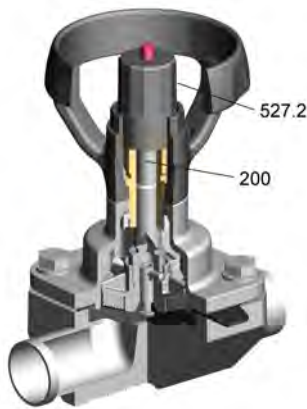

Abb. 15: SISTO-C
1. Armatur in gewünschte Position bringen, Einstellhülse 527.2 durch Rechtsdrehen bis zur Anlage an der Spindel 200 verstellen. (⇒ Abb. 15)